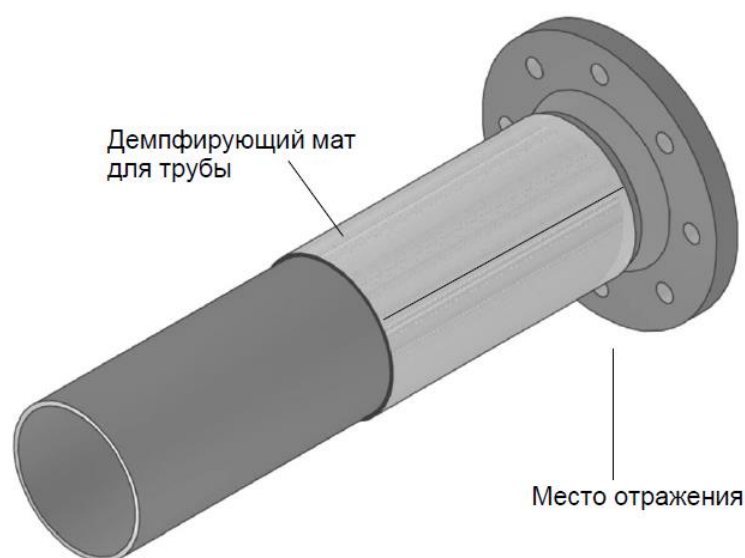

Рис.5.4. Монтаж демпфирующего мата в месте отражения сигнала
- Если место измерения находится вблизи места отражения (например, фланец), то там при необходимости следует приклеить демпфирующий мат (смотри Рис. 5.4). Повторите шаги для монтажа демпфирующего мата.
Примечание: На месте отражения демпфирующие маты клеятся по всей окружности трубы (смотри Рис. 5.4).